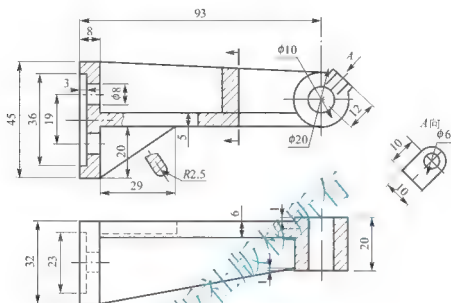

图 5.118 练习题(1)图
- (1) 按图 5.118 所示的工程图绘制零件的三维实体模型。